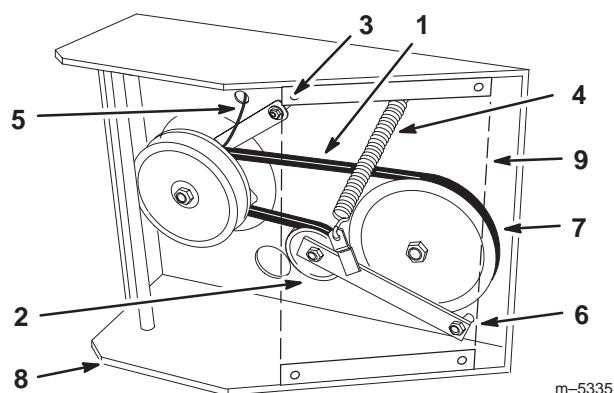

Figure 57
6. Déposez le dispositif de retenue de l'embrayage sur le plancher moteur (Fig. 57).
7. Décrochez le ressort de tension sur le côté du bâti (Fig. 57).
10. Le boulon de pivot doit être serré à 47-54 Nm. Placez le ressort de tension entre le bras de la poulie de tension et la patte du bâti (Fig. 57).
11. Reposez le dispositif de retenue de l'embrayage sur le plancher moteur (Fig. 57).